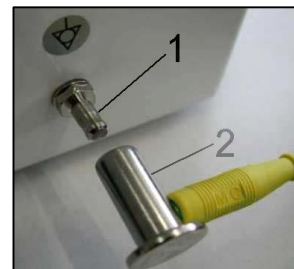

Рис. 10
- Подключите контакт (\varnothing 6 мм) (1) для эквипотенциального соединения к электрической сети, используя метод, указанный в действующих нормативных актах в области электротехники. Розетка для эквипотенциального соединения (2) — это дополнительная принадлежность, она не входит в базовый комплект поставки (рис. 10).